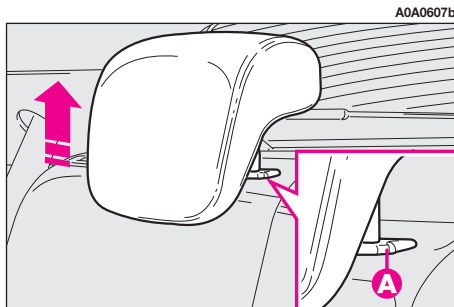

fig. 21
– sollevare i poggiatesta fino all'altezza massima, premere entrambi i pulsanti (A-fig. 21) a lato dei due sostegni, quindi rimuovere i poggiatesta sfilandoli verso l'alto;
Per l'utilizzo, occorre sollevare il poggiatesta dalla posizione (2) "posizione di non utilizzo" fino al raggiungimento della posizione (1) "tutto estratto". Per il loro riposizionamento "posizione di non utilizzo", premere il pulsante (A-fig. 21) e spingere verso il basso il poggiatesta.